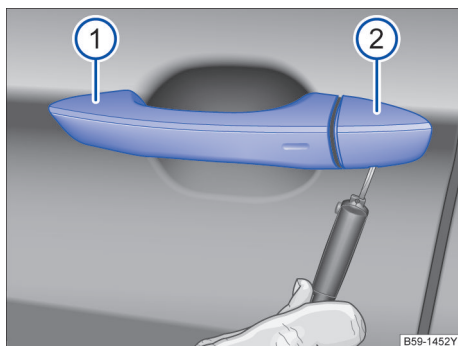

图 57 取下在驾驶员车门内车门锁的盖罩
- 拉起开门把手 ①。
- 将无线遥控钥匙的钥匙头从下面插入盖罩的开口内→图 57 ②。
- 转动钥匙以便松开盖罩并取下→图 57。